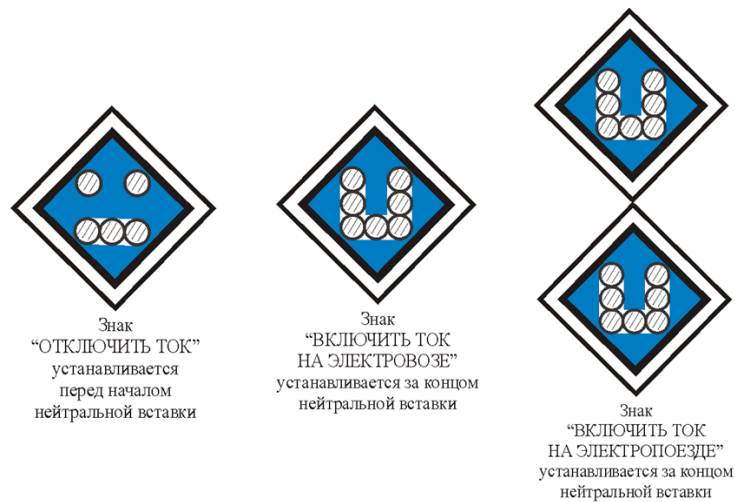

Рисунок 25
**Предупредительные сигнальные знаки с отражателями** устанавливаются на электрифицированных участках по правильному и неправильному железнодорожным путям (Рисунок 25):